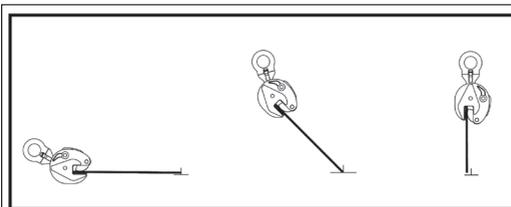
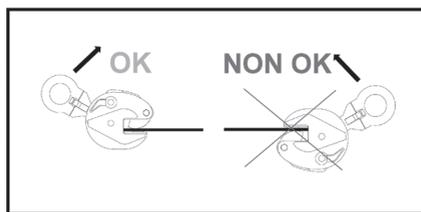

Fig. 7
Fig. 8
Articulația în clește permite rotirea și/sau înclinarea unei foi fără a se desprinde de la sol și fără a depăși verticala (fig. 7); din nou, sarcina trebuie să fie prinsă corect și sigur (fig. 8).
- ⚠ ATENȚIE:** În ceea ce privește sarcina minimă de lucru, luați în considerare faptul că în operațiunea de rotire/inclinare la 180° a unei plăci, atâta timp cât un capăt al sarcinii se află pe sol, în timp ce sarcina este rotită de la orizontală la verticală, accesoriul va suporta doar o parte din sarcină (fig.7).